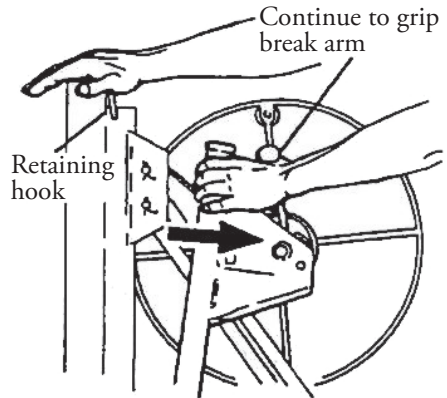

Bild. 5
- Placera höger hand ovanpå stativet. Fortsätt att hålla så hårt i bromsarmen som krävs för att förhindra att vajern går tillbaka, och dra vinschen hela vägen mot dig. (Bild 5)